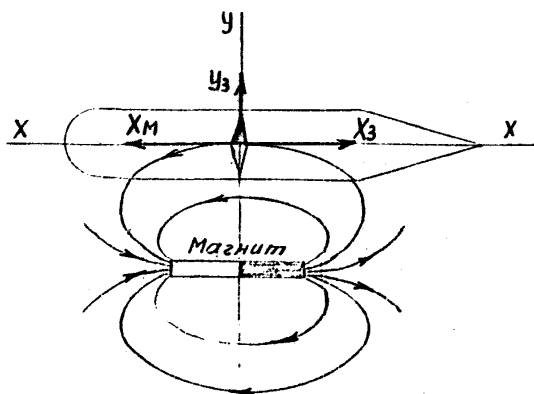

Рис. 3. Получение искусственного курса $E (W)$.
1) располагая вспомогательный постоянный магнит на различных расстояниях от картушки компаса так, чтобы его ось была параллельна составляющей X_3 , а нейтраль находилась в шпангоутной плоскости судна, проходящей через центр картушки компаса (Рис.3), добейтесь компенсации продольной составляющей X_3 равным и противоположно направленным полем магнита X_m . Под действием составляющей Y_3 картушка компаса выйдет на искусственный курс E или W .
2. Если курс стоянки судна имеет значение, близкое к 0° или 180° , то перед выведением картушки компаса на искусственный курс E или W необходимо предварительно с помощью еще одного вспомогательного магнита создать промежуточный курс, близкий к одному из четвертных, а затем, действуя вторым магнитом, как показано на рис.3, получить искусственный курс E или W .